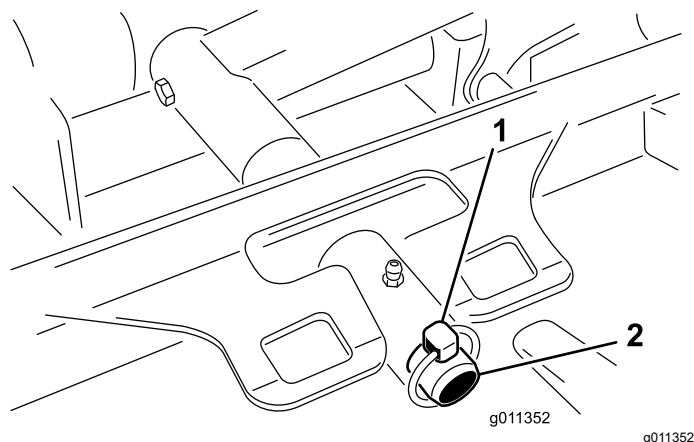

図 93
3. カッティングユニットのキャリアフレームを昇降アームのピボットピンに固定しているリンチピンランドマスター 4500 または リテーナナットランドマスター 4700 を外す 図 93。
2. カッティングユニットのキャリアフレームを昇降アームのピボットピンにセットする 図 93。カッティングユニットをピンに取り付けるリンチピンランドマスター 4500 または リテーナナットランドマスター 4700 を使用する。